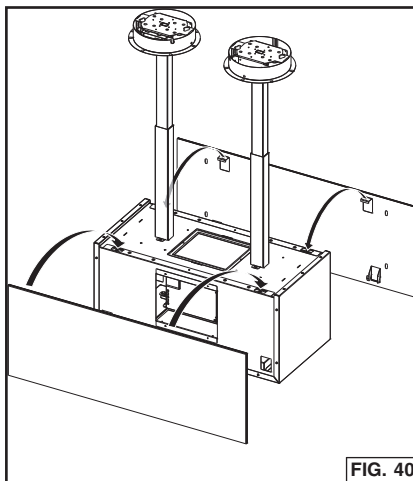

FIG. 40
2. Instale los paneles de vidrio y fíjelos con (4) tornillos de máquina M4 x 8. Fig. 40 y Fig. 41.